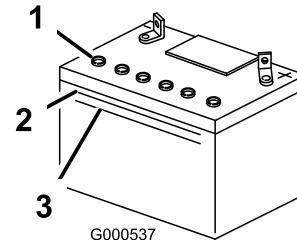

Figura 51
3. Examine a parte lateral da bateria. O eletrólito tem de estar ao nível da linha **superior** (Figura 51). Não deixe que o nível de eletrólito desça abaixo da linha Inferior (Figura 51).
5. Retire as tampas de ventilação da bateria (Figura 51).
6. Encha devagar cada célula da bateria com água destilada até que o nível de eletrólito atinja o nível da linha Superior (Figura 51) na caixa da bateria.
7. Aguarde cerca de 5 a 10 minutos após encher as células da bateria. Adicione água destilada, se necessário, até que o nível de eletrólito atinja a linha Superior(Figura 51) na caixa da bateria.